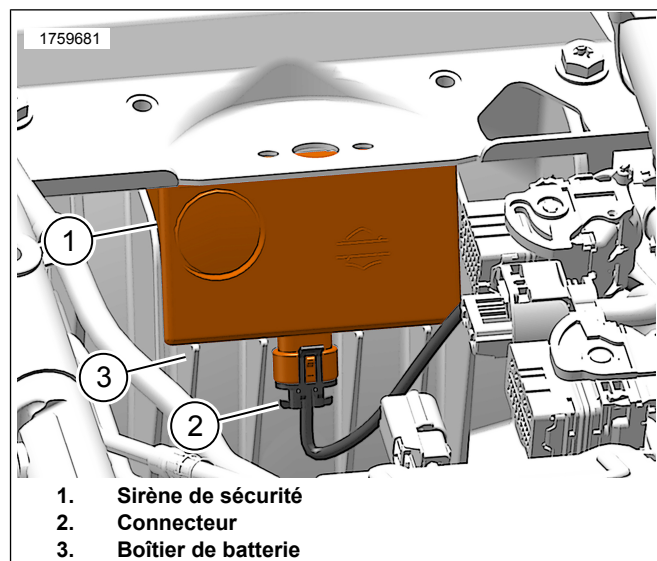

Figure 20. Sirène de sécurité (typique)
9. Figure 20 Installer la sirène de sécurité.
- a. Placer la sirène de sécurité (1) sur les ailettes dans le boîtier de batterie (3).
- b. Brancher le connecteur (2).